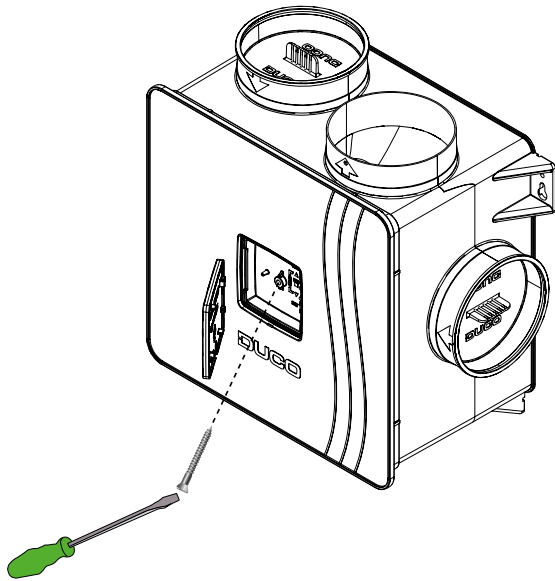
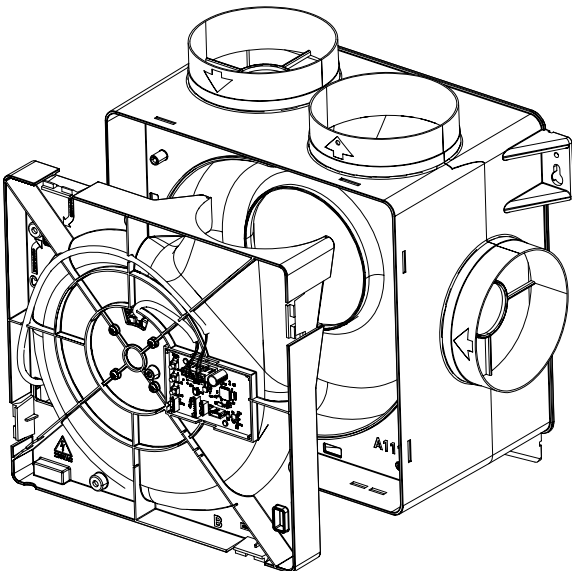

Figure 11 : retirez la plaque de couverture et dévissez le couvercle.
Figure 13 : retirer la plaque support moteur
1. Mettez la DucoBox Reno hors tension et retirez le couvercle de la DucoBox Reno. Pour ce faire, retirez d'abord la vis située derrière la plaque de couverture. (Figure 11 : Retirez la plaque de couverture et dévissez le couvercle).
2. Détachez la plaque support moteur en dépliant les 4 clips. Pour ce faire, glissez un tournevis plat derrière le clip et inclinez-le légèrement vers l'arrière (environ 5 mm) de manière à ce que le clip se dégage de l'ouverture du caisson (voir Figure 11 : ouvrir le caisson et Figure "Figure 13 : retirer la plaque support moteur" à la page 10 : retirer la plaque support moteur).